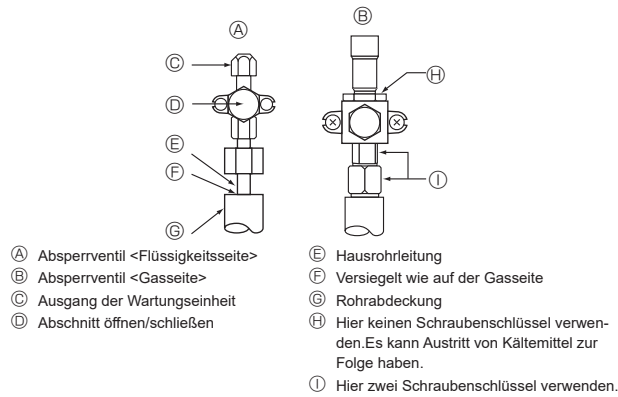

Fig. 4-5
4.4. Verfahren zum Prüfen der Rohre auf Dichtigkeit (Fig. 4-5)
- Wenn der Druck in den Schritten (2) oder (3) abfällt, entweicht Gas. Suchen Sie nach der Gasaustrittsstelle.